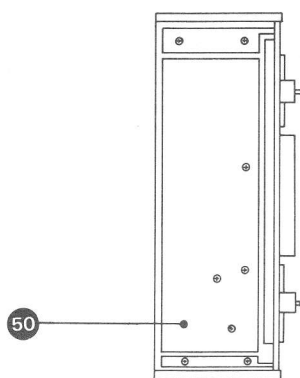

Fig.3.22.-3
- Oter 1 vis (49) (Fig. 3.22. - 2) sur la platine de l'amplificateur d'entrée.